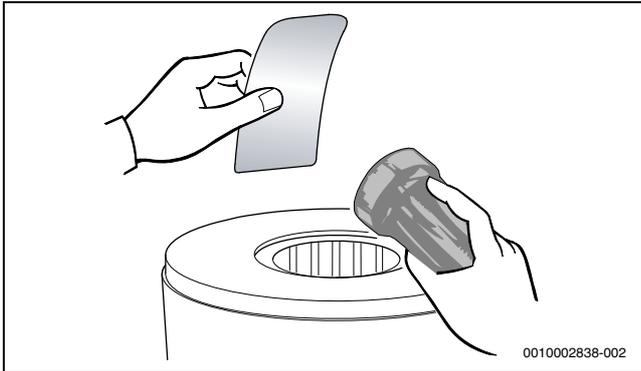

Bild 136 Wärmeblock auf Rückstände prüfen
- ▶ Wärmeblock erneut auf Rückstände prüfen (→ Bild 136).